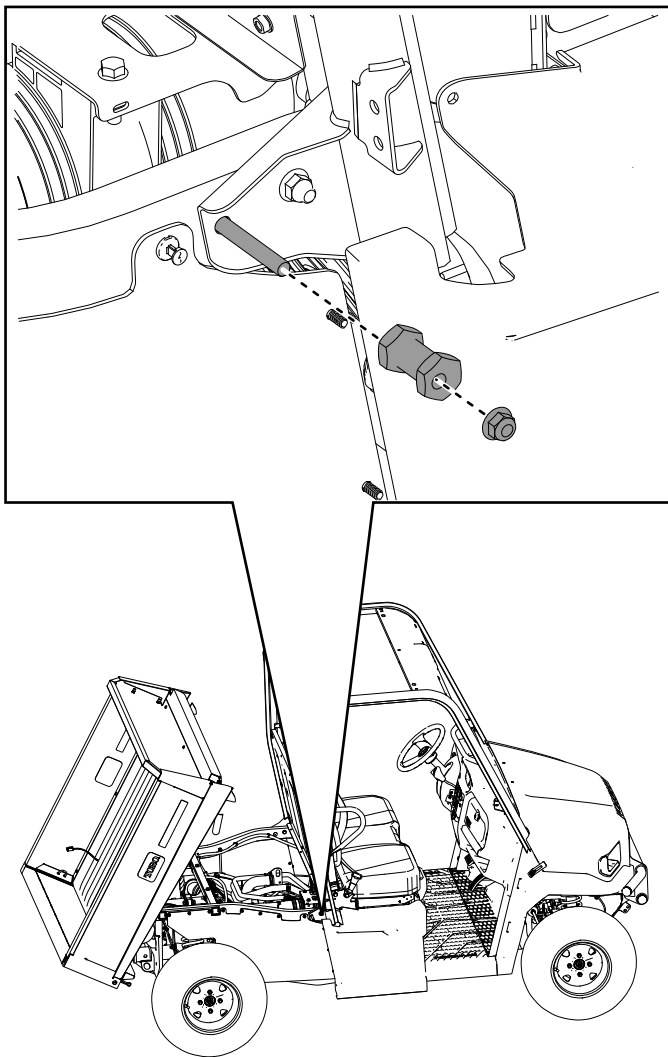

Figura 31
19. Instale las contratuercas que se retiraron anteriormente ($\frac{3}{8}$ ") y los topes de enganche en los tubos del bastidor trasero izquierdo y derecho (Figura 31).